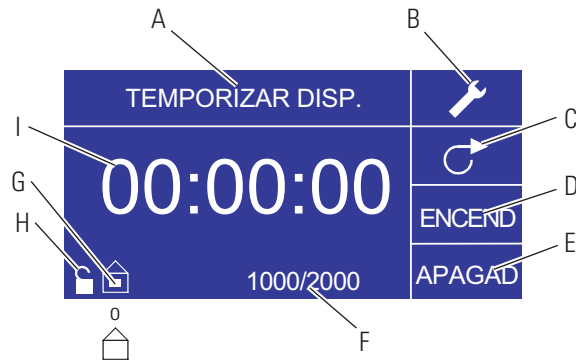

Figura 3-4. Pantalla de modo de descarga de tiempo
- I. **Despliegue de tiempo:** Los dígitos centrales muestran el tiempo que le queda al propulsor en el tiempo de actividad o inactividad resaltado a la derecha de la pantalla (posición D o E, Figura 3-4).
6. **Cómo fijar el tiempo de actividad (“ON”):** Para fijar el tiempo de actividad, use la almohadilla direccional y el botón de INGRESAR para seleccionar el campo de actividad (ON) (vea la posición D, Figura 3-4). Hacer esto destacará el temporizador al centro de la pantalla (vea la posición I, Figura 3-4). Pulsar de nuevo INGRESAR, permite fijar el temporizador usando las flechas ASCENDENTE/DESCENDENTE. Alterne entre los dígitos usando las flechas de IZQUIERDA/DERECHA. Habiendo seleccionado un tiempo de actividad óptimo, pulse de nuevo INGRESAR para validar. El propulsor funcionará ahora por el tiempo que aparece al centro de la pantalla.
7. **Cómo fijar el tiempo de inactividad (OFF):** Para fijar el tiempo de inactividad, use la almohadilla direccional y el botón de INGRESAR para seleccionar el campo de inactividad (OFF) (vea la posición E, Figura 3-4). Hacer esto destacará el temporizador al centro de la pantalla (vea la posición I, Figura 3-4). Pulsar de nuevo INGRESAR, permite fijar el temporizador usando las flechas ASCENDENTE/DESCENDENTE. Alterne entre los dígitos usando las flechas de IZQUIERDA/DERECHA. Habiendo seleccionado un tiempo de inactividad óptimo, pulse de nuevo INGRESAR para validar. El propulsor dejará de funcionar por el tiempo que aparece al centro de la pantalla. **NOTA:** Si el tiempo de inactividad se fija en 00:00:00, el propulsor requerirá de una **entrada** de INICIO/DETENCIÓN desde el teclado o el conector de entrada/salida E/S remoto para iniciar la siguiente descarga.
8. **Cómo seleccionar el tamaño de los lotes:** Ante de poner en marcha el propulsor en los tiempos de ON/OFF seleccionados, seleccione un tamaño de lote para la operación. Para hacerlo, use la almohadilla direccional y el botón de INGRESAR para seleccionar el icono de LOTE (vea la posición F, Figura 3-4). En la pantalla de conteo de lote, pulse el botón de INGRESAR y luego use las flechas ASCENDENTE/DESCENDENTE en la almohadilla direccional para seleccionar un tamaño de lote. Alterne entre los dígitos usando las flechas de IZQUIERDA/DERECHA. Pulse INGRESAR una vez más para validar el tamaño de lote seleccionado. Fijado en cero (0) el propulsor funcionará por un infinito número de ciclos y aparecerá el símbolo de ∞ . Use la almohadilla direccional para seleccionar SALIR para regresar a la pantalla de operación de descarga de tiempo.
10. **Cómo reponer los lotes:** Para reponer un lote, use la almohadilla direccional y el botón de INGRESAR para seleccionar el icono de LOTE (vea la posición F, Figura 3-4). En la pantalla de conteo de lote, use la almohadilla direccional para seleccionar REPONER y pulse el botón de INGRESAR para reponer el conteo de lote, seleccione SALIR para regresar a la pantalla de operación principal en modo de descarga de tiempo.